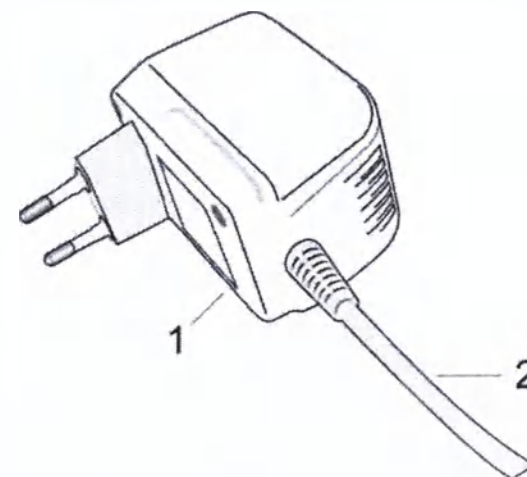
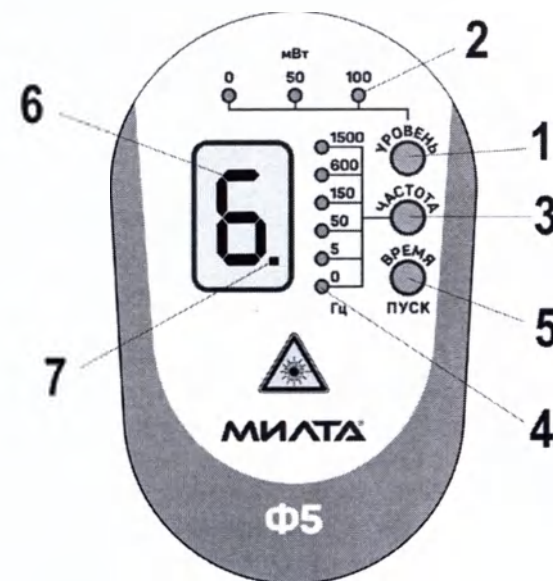
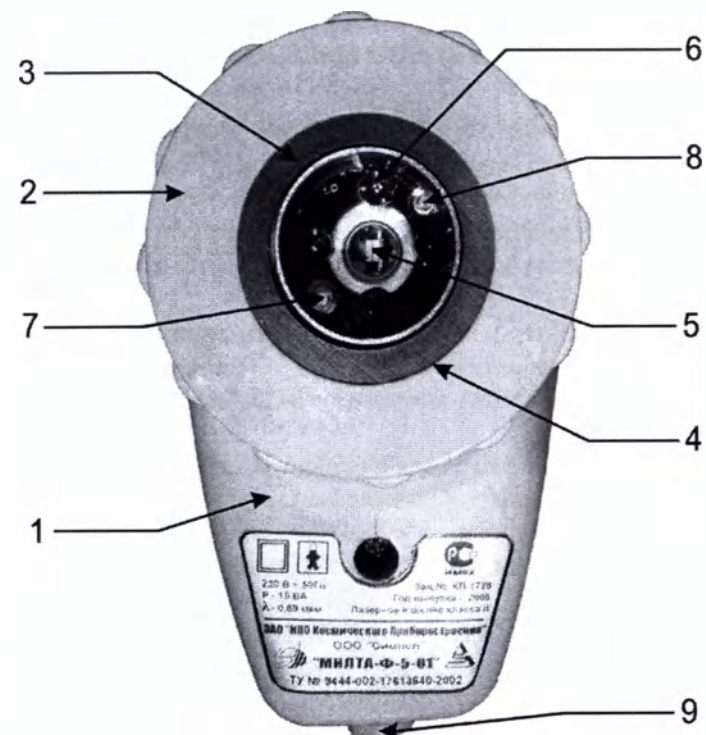

Рис. 2. Сетевой адаптер.
Рис. 4. Терминал (вид сверху).
Рис. 5. Терминал (вид снизу).
5.1.3 Лечебные факторы, создаваемые терминалом, обеспечивают физиотерапевтическое воздействие на пациента. Терминал (рис. 5) состоит из корпуса 1, гайки 2 и кабельной втулки с соединительным кабелем 9. Внутри корпуса терминала размещены: постоянный магнит 3 и камера 4, содержащая лазер 5, четыре инфракрасных диода 6, фотодиод 7 и красный светодиод подсветки 8. На верхней крышке корпуса терминала (рис.4) размещены: кнопка 1 установки уровня мощности инфракрасных диодов «УРОВЕНЬ», кнопка 3 установки частоты повторения лазерных импульсов «ЧАСТОТА» и кнопка 5 установки времени
5.2.2. Аппарат включается в сеть переменного тока при помощи сетевого адаптера (рис. 2). При этом на терминале загорается нулевое значение времени сеанса лечения на табло 6 (рис. 4) и по одному из группы индикаторных светодиодов 2, 4 в зависимости от режимов последнего сеанса лечения.
5.2.3. Выбор мощности инфракрасных светодиодов (0, 50 или 100мВт) осуществляется нажатием кнопки 1 «УРОВЕНЬ» (рис. 4), под выбранным значением мощности загорается индикатор. Выбор частоты повторения импульсов лазера (0, 5, 50, 150, 600 или 1500Гц) осуществляется нажатием кнопки 3 «ЧАСТОТА», под выбранным значением частоты загорается индикатор. Выбор времени излучения (от 0 до 9 минут) осуществляется кнопкой 5 «ВРЕМЯ/ПУСК». Цифра на табло 6 указывает время излучения. Через 3-4 секунды после установки нужного времени излучения цифра на табло начинает мигать. Это означает, что аппарат готов к запуску излучателей, который осуществляется нажатием кнопки 5 «ВРЕМЯ/ПУСК». Выключаются излучатели либо повторным длительным (более 2-х секунд) нажатием кнопки 5, либо автоматически по истечении выбранного времени излучения. В процессе работы таймер отображает оставшееся время сеанса лечения в минутах. По окончании времени сеанса лечения или при досрочном выходе из сеанса (длинное нажатие кнопки 5) раздается звуковой сигнал и на табло 6 появляется цифра «0».
5.2.4. Фоторегистратор позволяет определять наличие излучения по сигналу, отражённому от облучаемой поверхности. Светящаяся точка 7 (рис. 4) в правом нижнем углу цифрового табло 6 сигнализирует о наличии лазерного и/или светодиодного излучений. Для контроля наличия светодиодного и/или лазерного излучения расположите выходную апертуру терминала на листе белой бумаги и включите излучение. Наличие светящейся точки 7 указывает на нормальную мощность излучения. Показателем наличия излучения является также красная подсветка, которая включается одновременно с работой любого ИК излучателя.
7.6. Кнопкой 1 «УРОВЕНЬ» (рис. 4) на терминале установите уровень мощности светодиодов, а кнопкой 3 «ЧАСТОТА» - частоту повторения импульсов лазерного излучения. При этом индикаторные светодиоды 2 и 4 указывают на выбранные значения параметров.